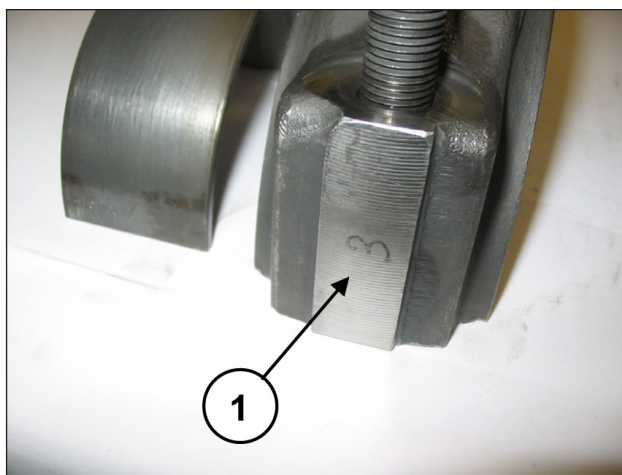

Рис. 43
Соедините половинки шатунов с ранее снятыми крышками, руководствуясь их номерами (поз. ①, Рис. 43).
Отсоедините головки от половинок шатуна; для правильности парного соединения руководствуйтесь нумерацией сбоку (поз. ①, Рис. 43).